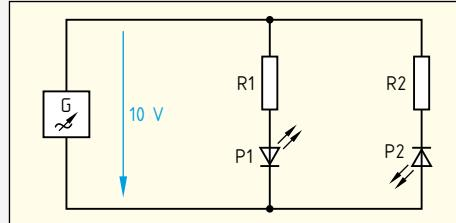

Bild 1: Versuchsschaltung
1. Sie sollen für einen Laborversuch die Schaltung (Bild 1) analysieren. Wie verhalten sich die LEDs P1 und P2, wenn die Frequenz der Wechselspannung a) 1 Hz und b) 50 Hz beträgt?